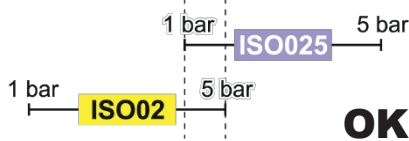

Fig. 140
• **Kompatible dyser:** ISO025-dysens flowhastighed ved 1 bar er LAVERE end ISO02-dysens flowhastighed ved 5 bar (fig. 140).